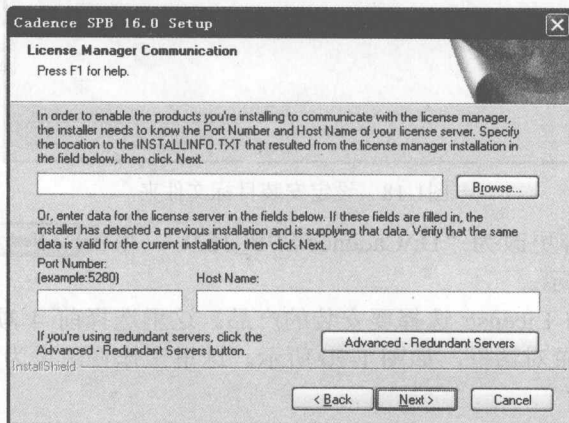

图1-15 【License Manager Communication】对话框
- (11) 单击 **确定** 按钮，出现【License Manager Communication】对话框，设置网卡端口和主机名称，如图 1-15 所示。